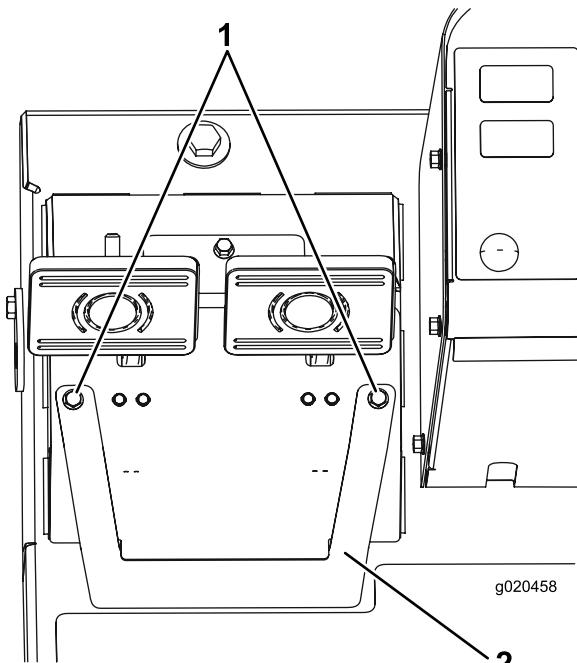

Figura 63
- Afloje los 2 tornillos de montaje, y retire la tapa de ajuste de los frenos (Figura 63).